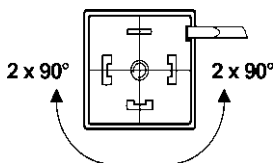

Figure 6: Rotation de la plaque de raccordement
- Glissez soigneusement une lame de tournevis sous la plaque de raccordement et faites levier (figure 6).